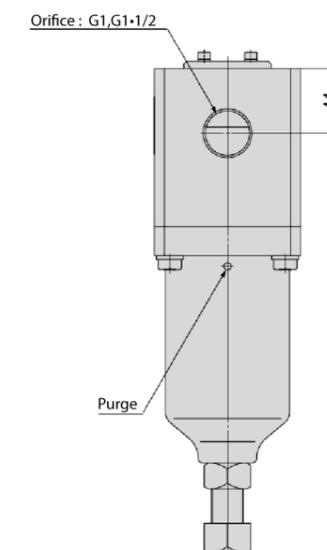

Figure 3
- L'air est purgé par les orifices de purge / les événements lorsque la pression au niveau de l'orifice OUT dépasse le point de consigne. Assurez-vous que le jet d'air, le volume d'air et le bruit ne présentent aucun danger. Voir Figure 3